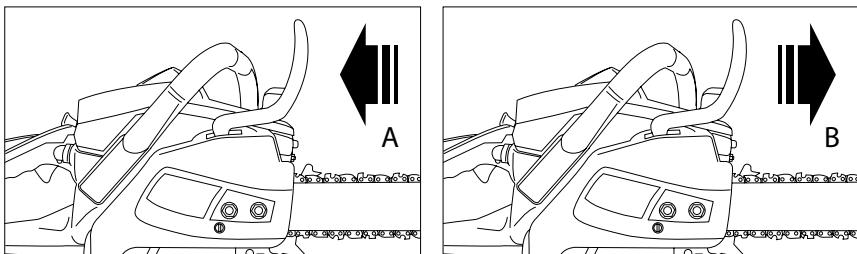

Fig. 12
1. Il freno e' spento (la catena puo' muoversi), quando la piastra del freno viene tirata indietro (A) (fig. 12).
2. Il freno e' acceso (la catena non puo' muoversi), quando la piastra del freno e' rivolta in avanti (B). In questo caso la catena non deve muoversi lungo il pneumatico (fig. 12).